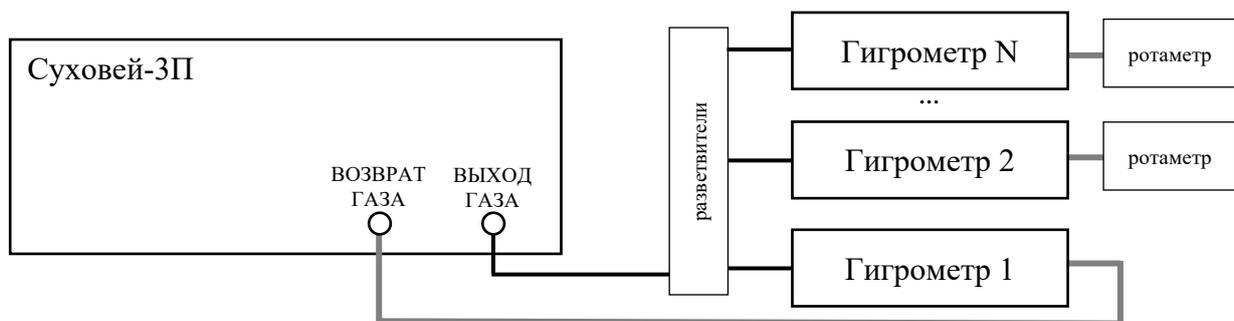

Рисунок 28 – Схема подключения 2 и более поверяемых гигрометров.
8.2.13. Включите питание генератора однократным нажатием кнопки на лицевой панели. Дождитесь включения и окончания подготовки прибора к работе (Рисунок 28). Так как при первом включении вода в увлажнителе отсутствует, появится соответствующее сообщение и статус «НЕ ГОТОВ».
8.3.7. При одновременном подключении 2 и более гигрометров, рекомендуется схема подключения, показанная на рисунке ниже (Рисунок 28). Ротаметры должны быть оснащены регуляторами расхода. Информация о расходах указана в таблице 3.